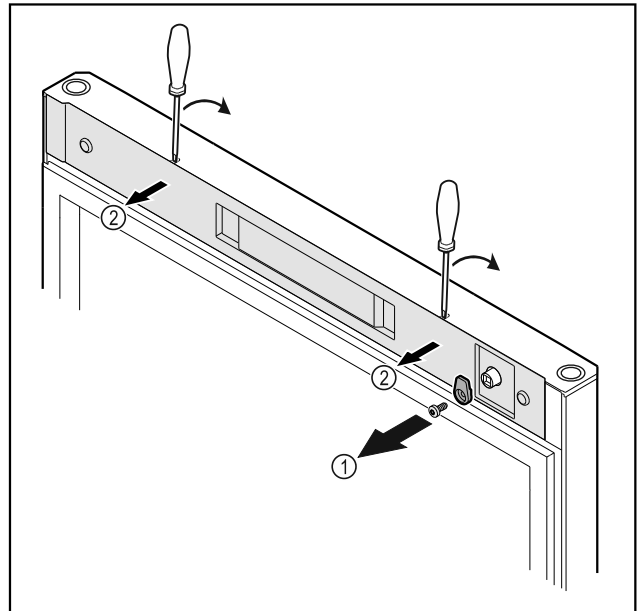

Fig. 21
- Sluithaak Fig. 21 (1) losschroeven.
- Afdekking Fig. 21 (2) met een kleine schroevendraaier losmaken en verwijderen.